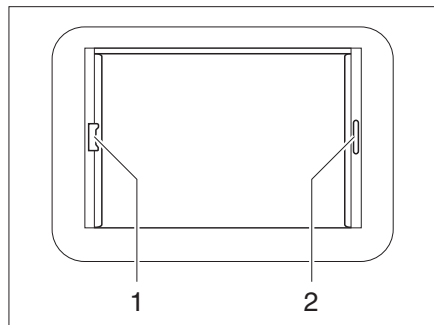

Bild 48 Heki-Dachhaube, Rollo-Verriegelung
- Faltverdunklung am Griff (Bild 48,2) ausziehen und an gewünschter Position loslassen. Die Faltverdunklung bleibt in dieser Position stehen.
- Insektenschutzrollo am Griff (Bild 48,1) zum gegenüberliegenden Griff der Faltverdunklung (Bild 48,2) ziehen und einrasten lassen.
- Griff des Insektenschutzrollos hinten nach oben drücken und Insektenschutzrollo an der Faltverdunklung (Bild 48,2) aushängen.